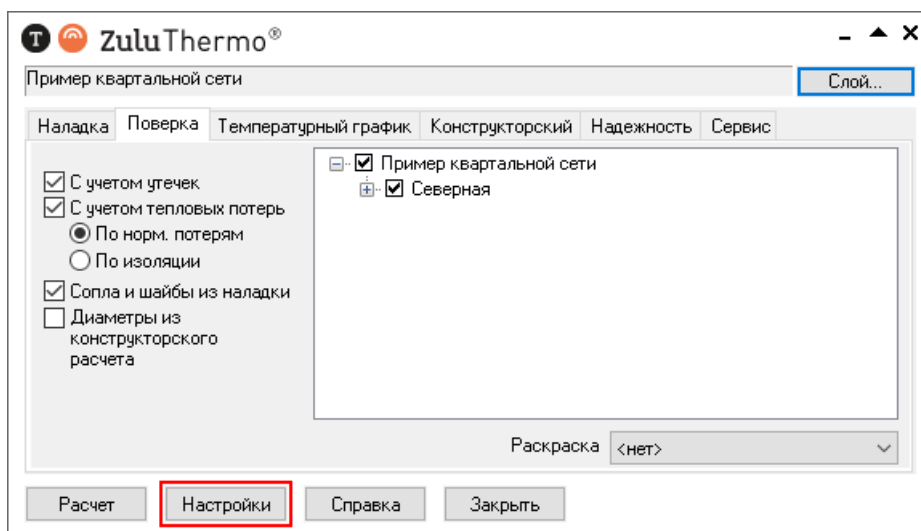

Рисунок 20.34. Панель теплогидравлических расчетов
1. Выбрать команду главного меню Задачи|ZuluThermo, либо нажать кнопку  панели инструментов. Откроется панель выполнения теплогидравлических расчетов (смотрите Рисунок 20.34, «Панель теплогидравлических расчетов»).